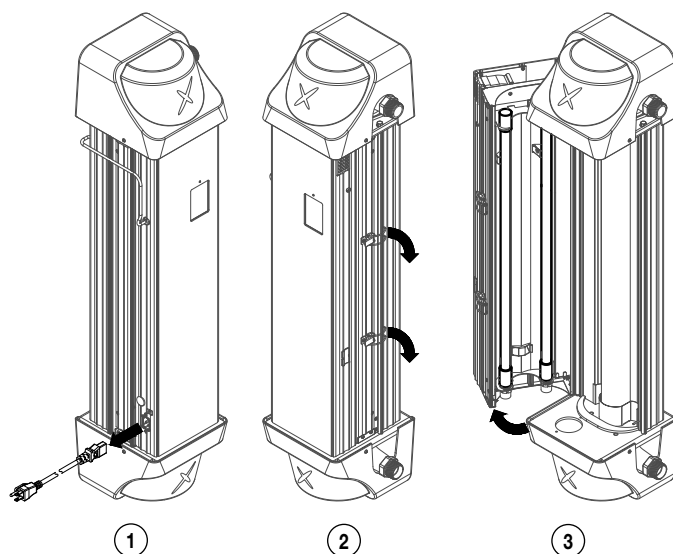

Figure 7-2
2. Voir la Figure 7-2. Ouvrez la chambre UV en dé faisant le loquet central. Notez où le fil du loquet s'engage dans l'extrusion – il doit être reverrouillé de la même manière.
3. Examinez le manchon en quartz à l'intérieur et à l'extérieur – voir Figure 7.2. S'il est propre, aucun démontage n'est requis et l'unité peut être refermée. Redémarrez l'unité en la branchant.